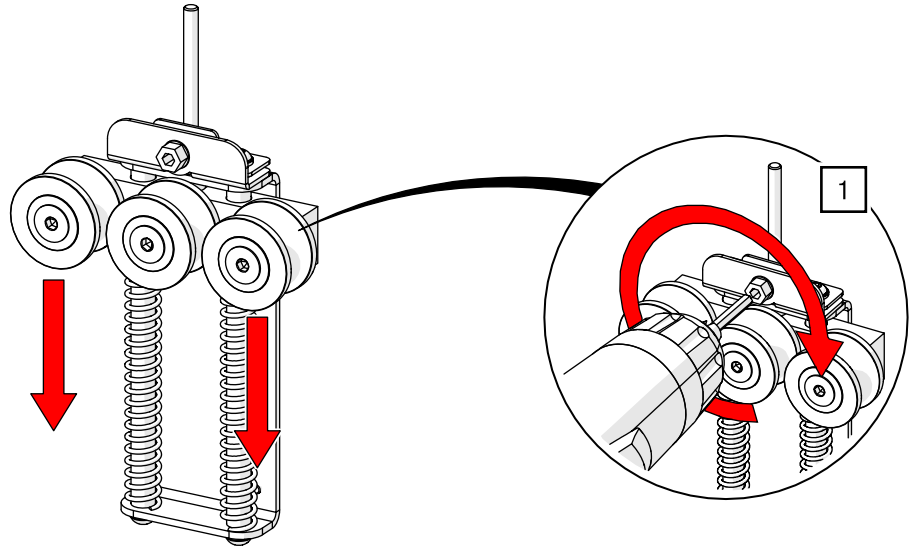

Abb. 126: Führungsrollen nach unten stellen
1. Stellen Sie die Einheit der Führungsrollen an ihre unterste Position gegen den Federdruck ein. Drehen Sie dazu die mittig über den Führungsrollen befindliche Gewindestange mit einem Innensechskantschlüssel (ISK) SW 5 (geringes Drehmoment mit Akkuschauber) vorsichtig ein (siehe Abb. 126).
6. Lösen Sie die Gewindestange mit einem Innensechskantschlüssel SW 5 (geringes Drehmoment mit Akkuschauber) mit Vorsicht so weit, bis sie locker zu drehen ist (umgekehrt zu Schritt 1; siehe auch Abb. 126).